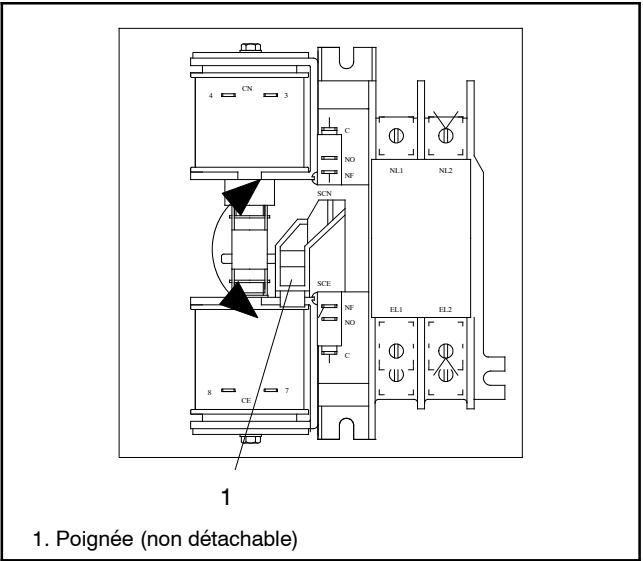
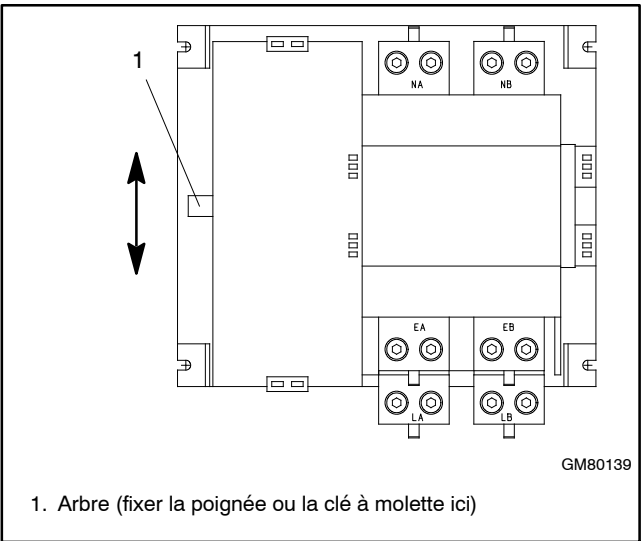

Figure 2-4 Fonctionnement manuel, commutateurs monophasés de 100 à 200 A
Figure 2-5 Fonctionnement manuel, commutateurs monophasés de 300 à 400 A et 208 à 240 volts
1. Commutateurs 100 à 200 A : ces commutateurs sont munis d'une poignée, voir Figure 2-4.
Commutateurs 400 A : faire glisser la poignée détachable ou une clé à molette sur l'arbre. Voir Figure 2-5.
2. Déplacer la poignée pour placer le commutateur de transfert en position de source normale ou vers le bas pour placer le contacteur en position de source d'urgence. Voir Figure 2-4 ou Figure 2-5.